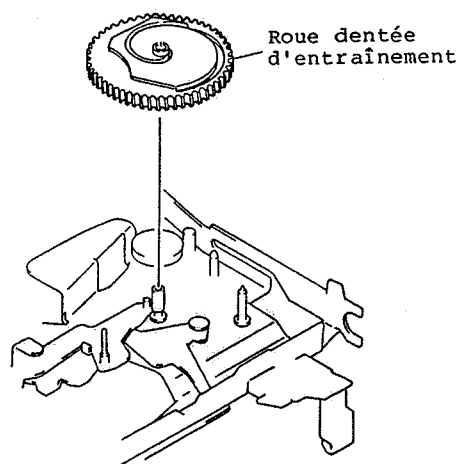

Fig. 2-90
1. Dégager la roue dentée d'entraînement du châssis. (Se reporter à la figure 2-90)